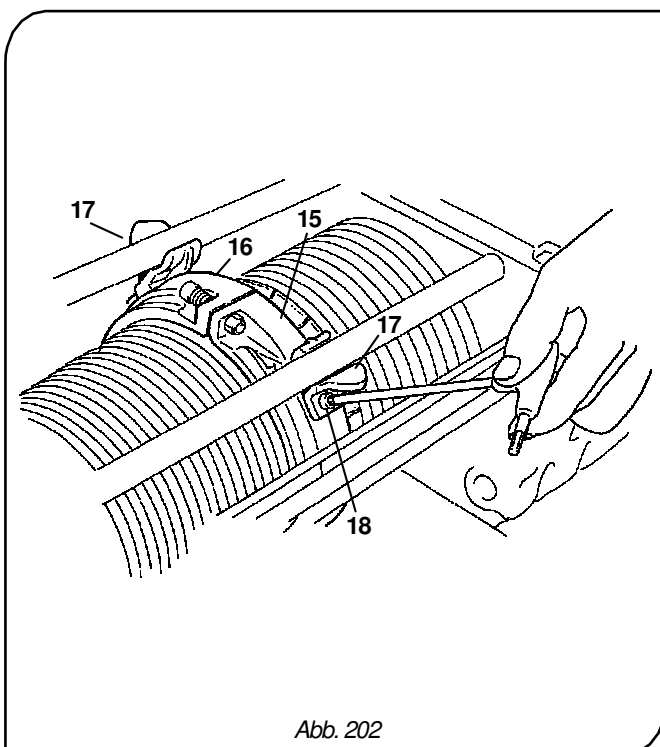

Abb. 202
9. Setzen Sie Gleitschuh/Drehmomentstütze **-17-** erneut auf den Halbring **-16-** und ziehen Sie die Schrauben **-18-** fest (Abb. 202).
10. Setzen Sie Gleitschuh/Drehmomentstütze **-17-** erneut auf den Halbring **-16-** und ziehen Sie die Schrauben **-18-** fest (Abb. 202).